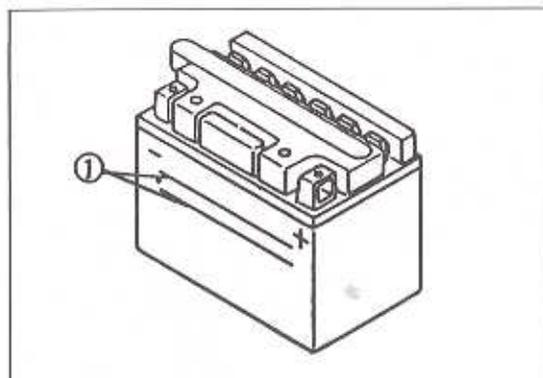

Bild 53
- Den Stand des Elektrolyten entsprechend den Niveaulinien am Mantel der Batterie prüfen (Bild 53).